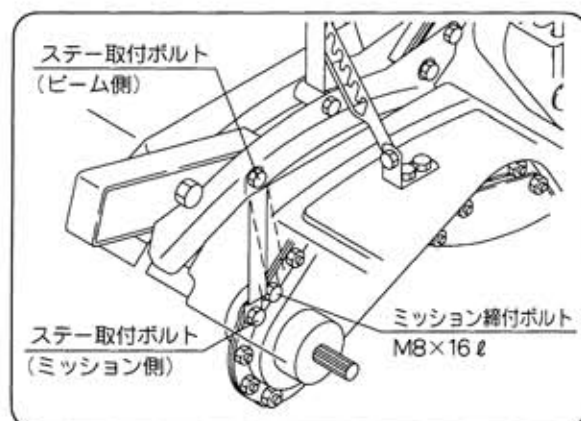

図53
- 2 ステア取付ボルト (ビーム側) をゆるめてください。(図53)
- 3 ステア取付ボルト (ミッション側) のボルトを取外してください。(図53)
- 4 ミッション締付ボルト (M8×16 ℓ) を外してください。(図53)